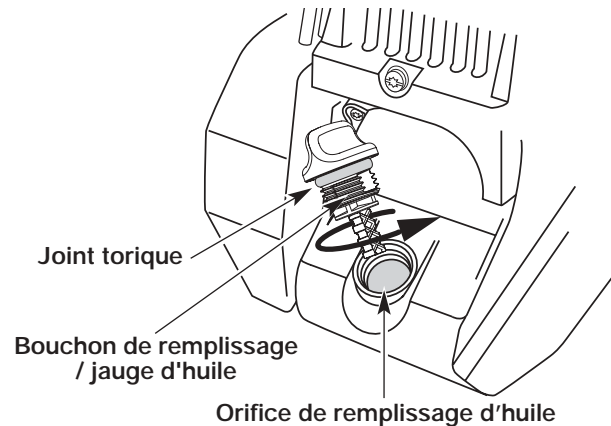

Figure 8
3. Retirez le bouchon / la jauge d'huile du carter-moteur. Versez tout le contenu de la bouteille d'huile dans le carter-moteur (Fig. 8).